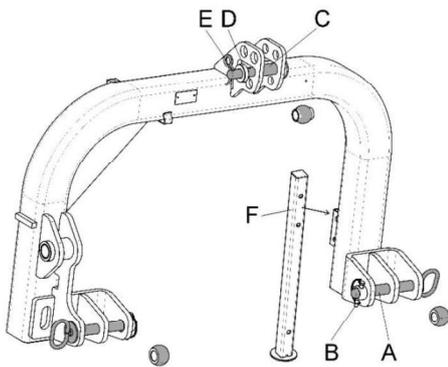

Bild 8: Anbau der Maschine
- Die Bolzen A einsetzen und mit Stiften B (Bild 8) sichern.